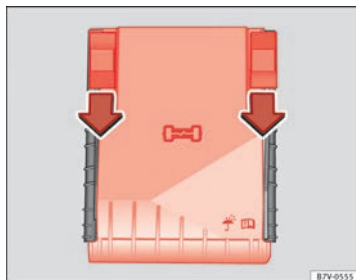

Fig. 203 Nel vano motore: coperchio della scatola dei fusibili.
- Spostare le linguette di blocco in avanti, nella direzione indicata dalla freccia, per sbloccare il coperchio della scatola dei fusibili ⇒ fig. 203.